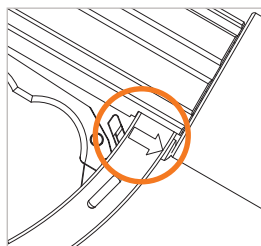

Figure 22
- ▶ Tirez le levier de verrouillage (n° 5) en arrière dans le sens de la flèche (Figure 22) pour libérer le mécanisme de verrouillage et pour placer le levier de commande en position OFF.